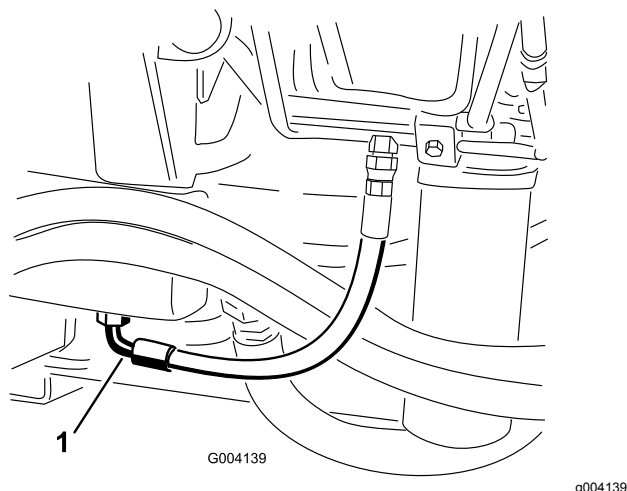

Figure 67
3. Placez un grand bac de vidange sous le raccord monté au bas du réservoir de liquide hydraulique (Figure 67).